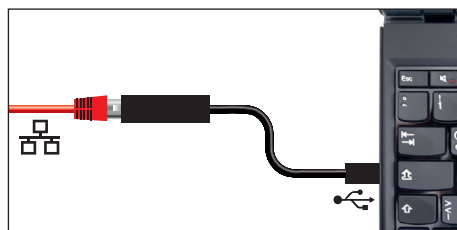

Fig. 7 Ethernet-USB-konverteringsenhed
- USB-Ethernet-konverteringsenhed (Fig. 7). Så er det muligt at forbinde enhedens Ethernet-tilslutning (se side 13) med USB-tilslutningen på en PC/bærbar computer.